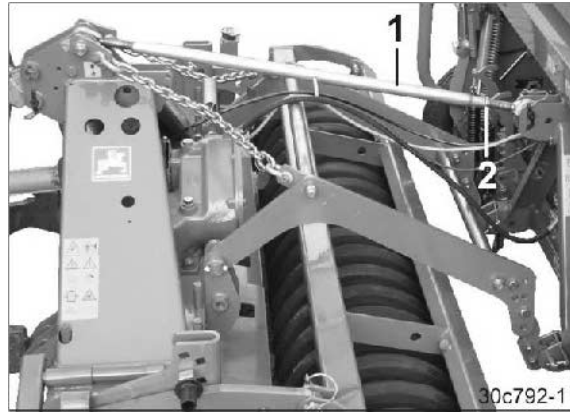

Fig. 36
8. Üst direksiyonu (Fig. 36/1) ekim makinasının üst direksiyonuna ekim makinası pimi ile takınız.
11. Üst direksiyon ayarını kontra somunu (Fig. 36/2) ile emniyete alınız.